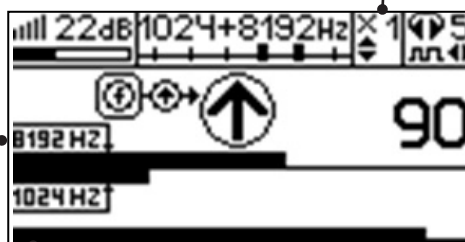

Рис. 7.4
4. «Назначение» производится нажатием кнопки **f** при расположении датчика точно над «выделенной» коммуникацией, считающейся «своей». После этого указатель направления сигнала приобретает вид - (↓). При переходе на «чужую» коммуникацию с другим «направлением сигнала» (или при изменении положения датчика на «обратное») раздастся звук и стрелка покажет «направление сигнала - назад (↓)» (рис. 7.4)
**Методика:** Производя трассировку с применением ЭМД на низкой активной частоте (512Гц / 1024Гц) (*см. раздел активный трассопоиск*), наблюдать за уровнем сигнала. Локальное повышение и резкое уменьшение уровня указывают на вероятность наличия дефекта изоляции. (*рис. 7.4*) При этом величина сигнала может меняться по различным причинам: положение датчика, глубина залегания кабеля, наличие мешающих конструкций. Поэтому таким методом можно обнаружить лишь «низкоомные» дефекты сопротивлением менее 1кОм.